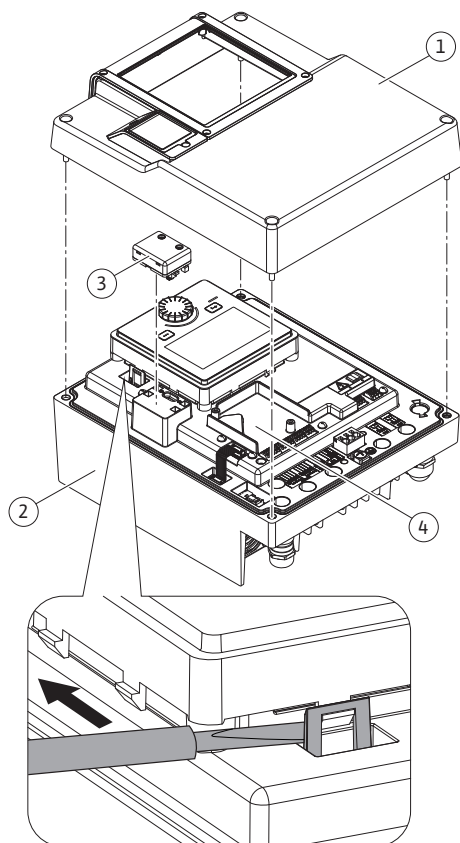
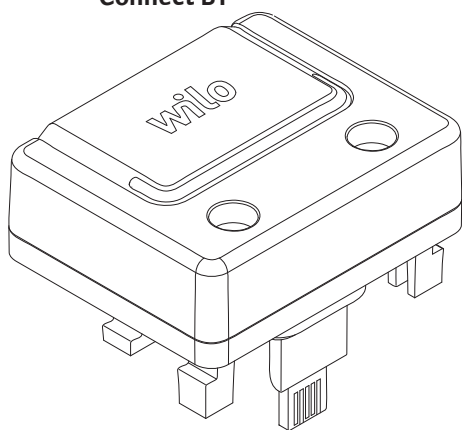

Fig. 25: Elektronický modul
Fig. 26: Modul Wilo-Smart Connect BT
1. Přichytné háky (Fig. 25) opatrně otevřete vhodným nářadím (např. šroubovákem).
Rozhraní Bluetooth modulu Wilo-Smart Connect BT (Fig. 25, poz. 3 a Fig. 26) slouží pro připojení k mobilním koncovým zařízením, jako je chytrý telefon nebo tablet. Funkce Wilo Smart Connect je k dispozici v aplikaci Wilo-Assistant. Pomocí funkce Wilo-Smart Connect můžete čerpadlo obsluhovat, seřizovat a načítat údaje z čerpadla. Pro nastavení viz kapitola „Uvedení do provozu“ [► 46].
1. Povolte čtyři šrouby vrchního dílu elektronického modulu (Fig. 25, poz. 1; Fig. I, poz. 2).
3. Modul Wilo-Smart Connect BT zasuňte do připraveného rozhraní Wilo-Connectivity Interface. Viz Fig. 25, poz. 3.
Moduly CIF (příslušenství) slouží pro komunikaci mezi čerpadly a řídicím systémem budovy. Moduly CIF se zasunují do elektronického modulu (Fig. 25, poz. 4)